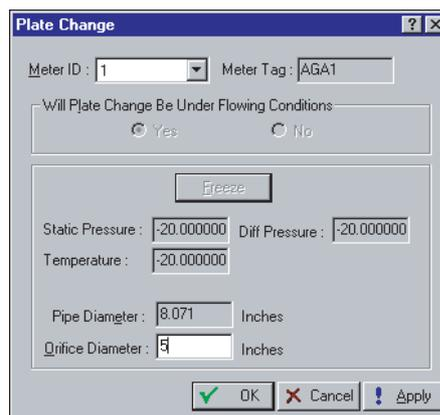

Figura 5-19. Mudança da Placa do Medidor em Condições de Fluxo
4. Após selecionar o Meter ID apropriado, clique em **Freeze**. Se estiver executando uma Modificação de Placa em condições de fluxo, a caixa de diálogo mostra a você o **Valor Congelado (Freeze Value)** de cada medidor (para fins de registro de dados) enquanto a modificação estiver sendo feita. Todos os valores de E/S são mantidos em modo Manual no valor atual. Os valores são mantidos em um estado ativo após clicar em OK no diálogo Plate Change. Consulte a Figura 5-19.